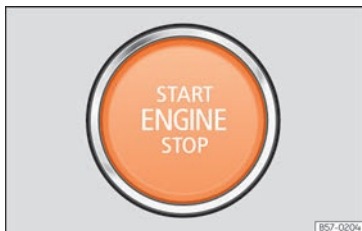

Abb. 137 Im unteren Teil der Mittelkonsole: Starterknopf.
- Starterknopf drücken »» **Abb. 137** ohne Gas zu geben. Für den Motorstart muss sich ein gültiger Fahrzeugschlüssel im Fahrzeug befinden. Nach dem Anlassen des Motors wechselt die Beleuchtung des Starterknopfs **START ENGINE STOP** in den Dauerzustand und zeigt so an, dass der Motor angelassen ist.
- *Fahrzeuge mit Starterknopf:* Starterknopf kurz drücken » » Abb. 137.